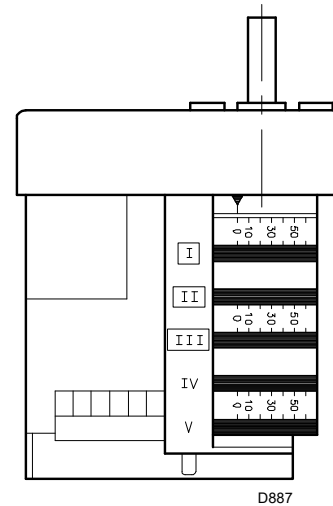

Fig. 25
- Si se desea disminuirlo, reducir un poco el ángulo de la leva III (Fig. 25) mediante pequeños desplazamientos sucesivos, es decir, pasando del ángulo:
mariposa del gas), aumentar el ángulo de la leva III (Fig. 25) con pequeños movimientos sucesivos, es decir, pasando del ángulo: